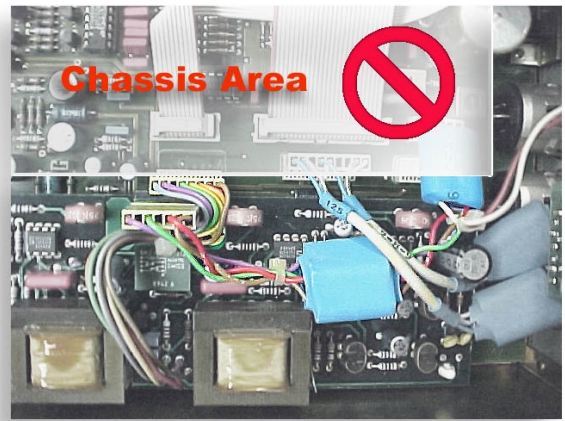

Fig. 6: Verlegen der Litzen auf dem Main Board (keine Kabel im Bereich „Chassis Area“).
- Nun wird das Main Board wieder eingebaut und angeschlossen. **Vorsicht:** Beachten Sie unbedingt, wie die Litzen mit den Filtern (ggf. in Schrumpfschlauch) zum Line-Verstärker hin verlegt sind (siehe Fig. 6). Sie dürfen beim Montieren der Front durch diese weder berührt noch gequetscht werden.